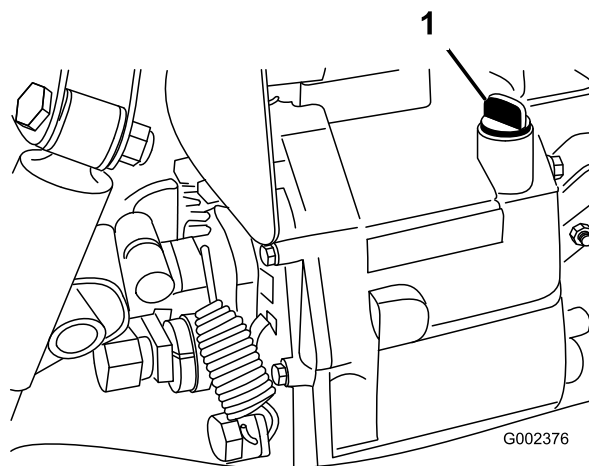

Figure 66
4. Nettoyez la surface autour de la jauge (Figure 66).